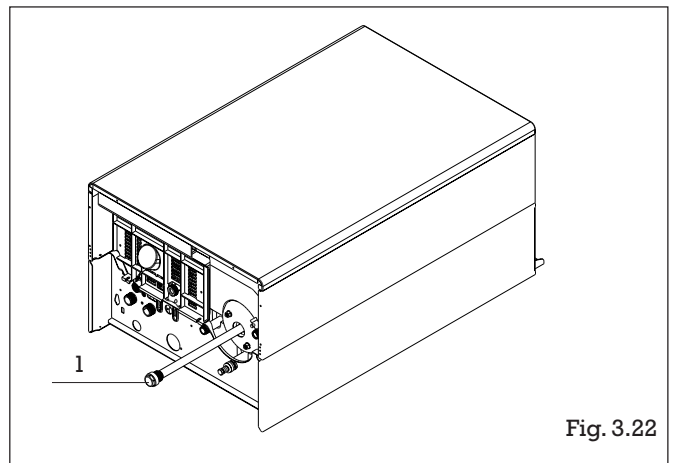

Fig. 3.22
- dévisser le bouchon et sortir l'anode (1) (fig. 3.22)